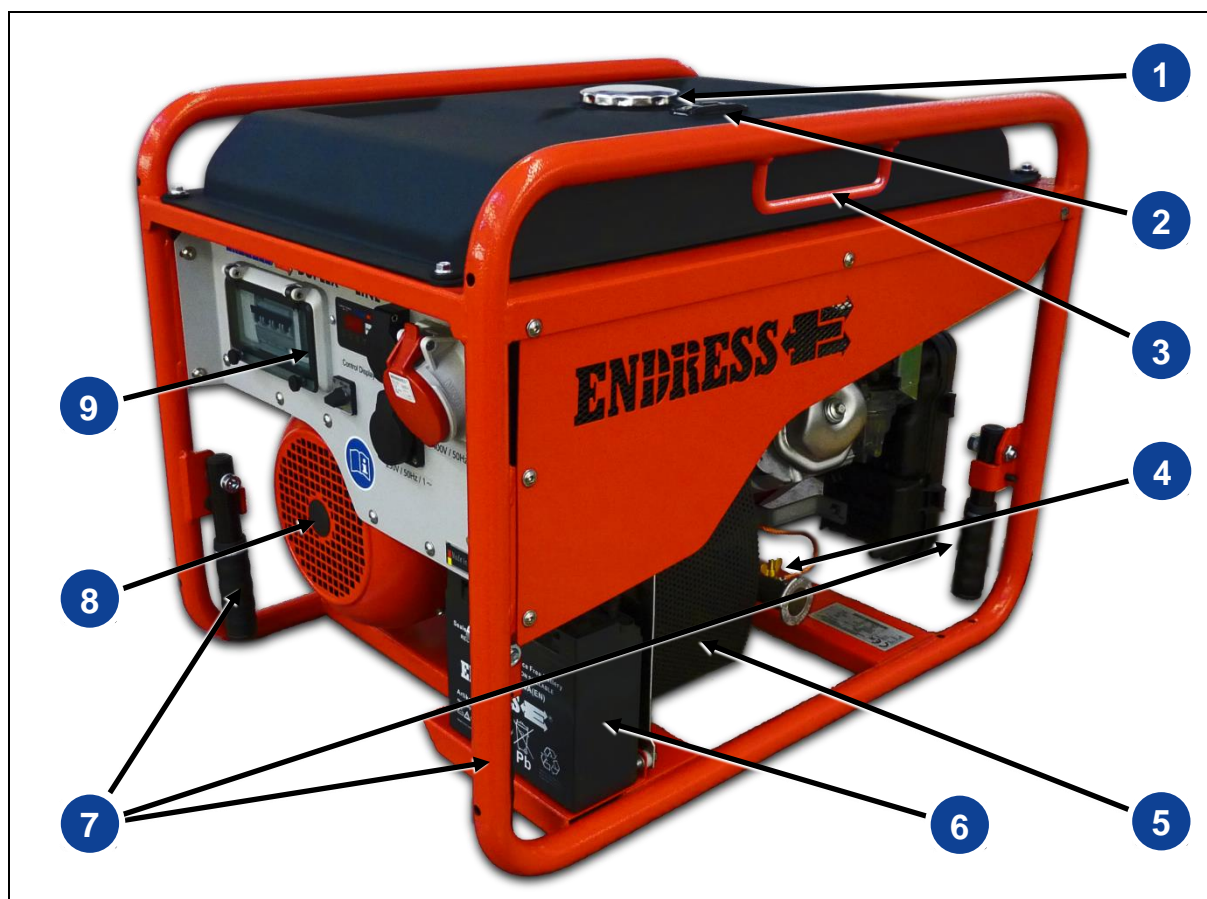

Fig. 3-2: Composants côté commandes et côté échappement
Le groupe électrogène est prévu pour fonctionner de façon manuelle avec un ou plusieurs équipements raccordés. Le système de conducteurs de protection de l'équipement asservi raccordé fait ici office de liaison équipotentielle. La borne de raccordement (*Fig. 3-2 (3)*) est raccordée à la liaison équipotentielle. La mise à la terre n'est pas nécessaire.